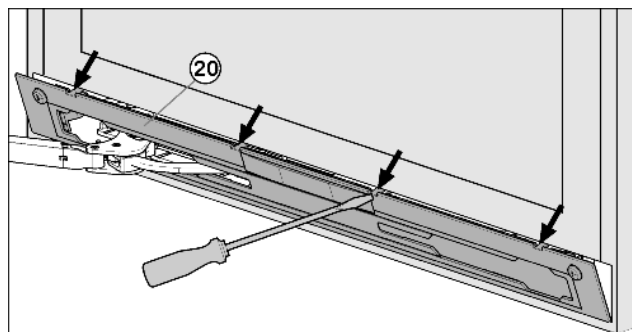

Fig. 9
- ▶ Krytku Fig. 9 (20) plochým šroubovákem uvolněte a sejměte.